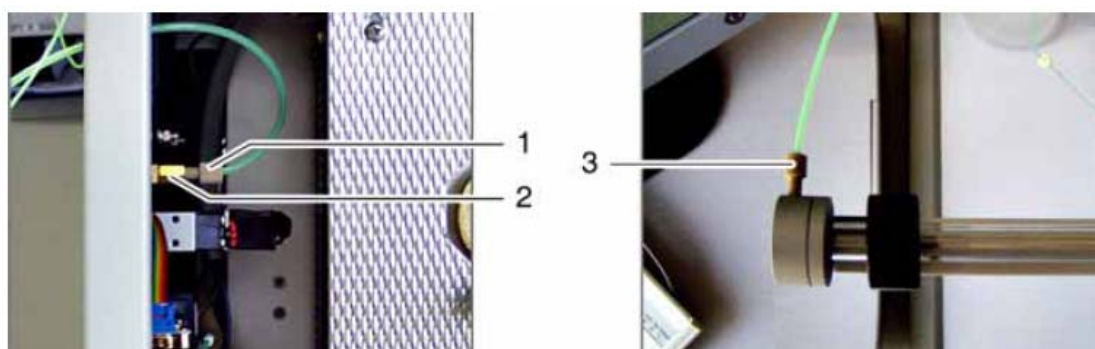

图 104 阀门的导管 (30) 和固体测定模块接头
8. 将管道 (30) 与阀门接头连接 (图 104)。
将管道 (30) 另一端连接到固体测定模块的接头 (图 104)。